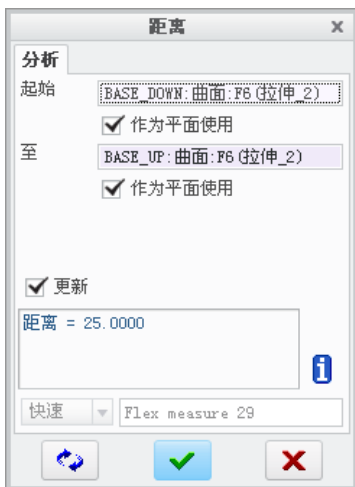
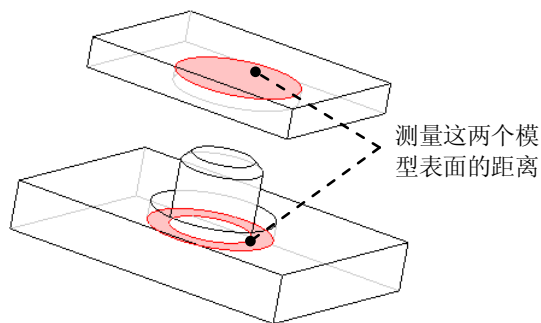

图 6.2.10 “距离”对话框
图 6.2.11 测量距离
Step4. 此时，系统弹出图 6.2.10 所示的“距离”对话框，测量图 6.2.11 中两个模型表面的距离后，单击 **✓** 按钮，再单击“SPRING：可变项”对话框中的 **确定** 按钮。